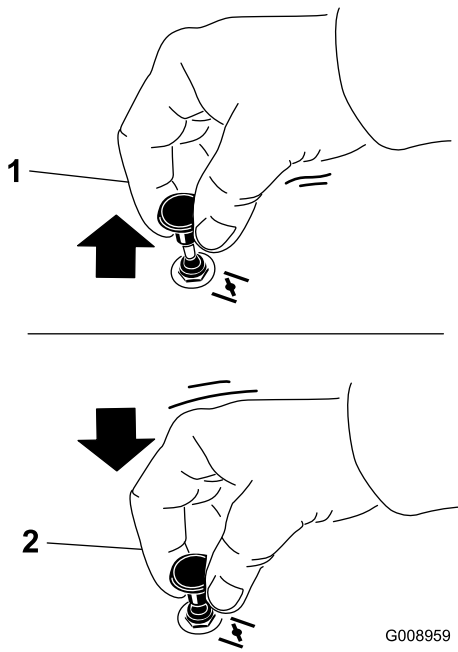

Figura 13
1. Tire hacia arriba del mando para engranar el estarter antes de usar el interruptor de encendido (Figura 13).
2. Presione hacia abajo sobre el mando del estarter para desactivar el estarter cuando el motor haya arrancado (Figura 13).